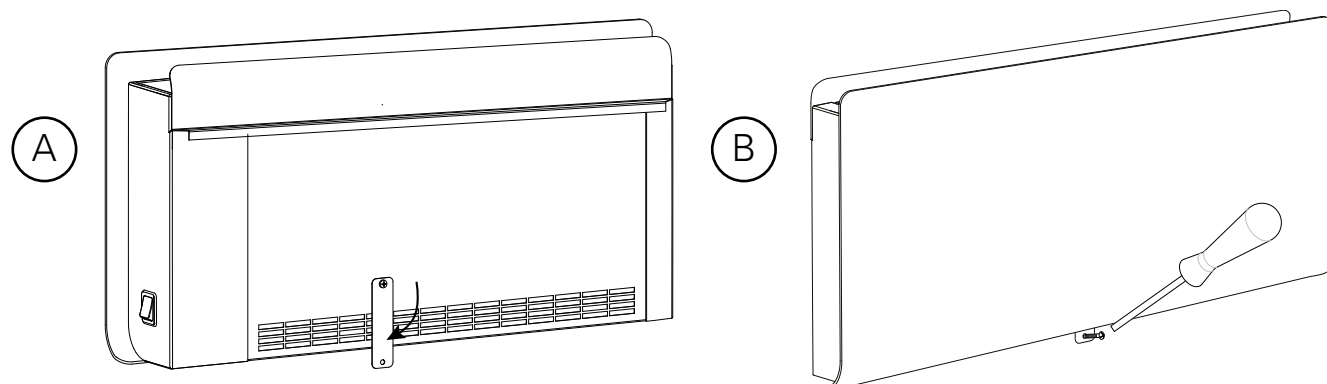

Fig. 4: Fastening with lockplate
3. Поверните пластину-фиксатор (Рис.4) и закрепите её к стене саморезом для страховки крепления конвектора.